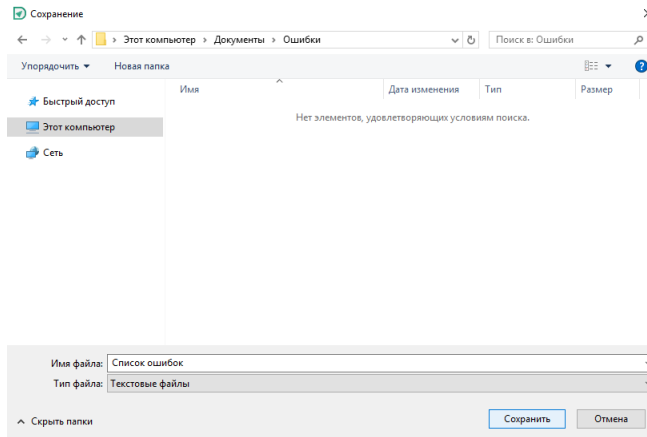

Рис. 390 Сохранение файла
2. В отобразившемся окне проводника выбрать директорию сохранения файла, ввести имя и нажать кнопку «Сохранить», см. Рис. 390.